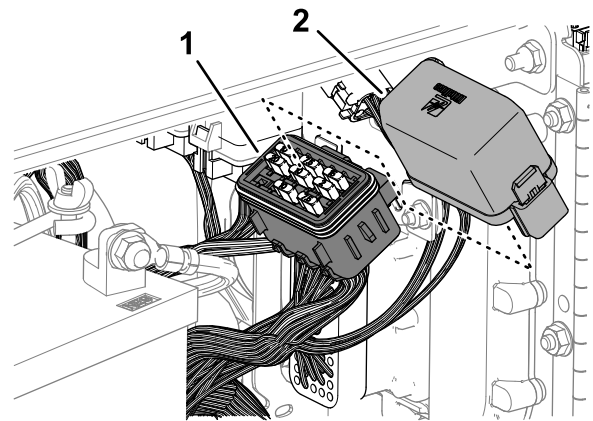

Bild 172
2. Nehmen Sie die Abdeckung vom Sicherungskasten ab (Bild 172).